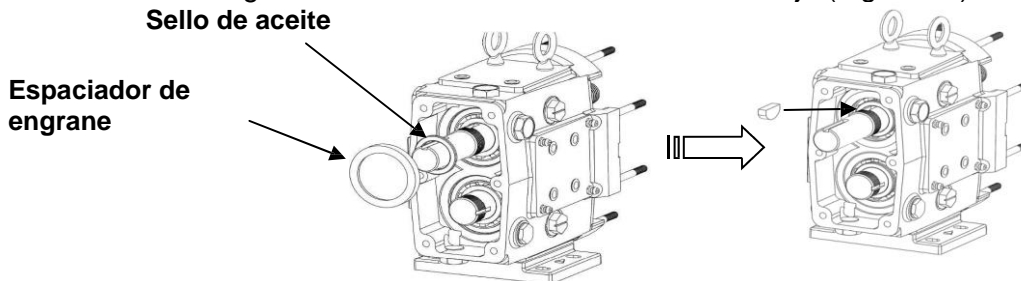

Figura 58: Instalación del sello de aceite trasero y de la chaveta del engrane
7) Aplique una ligera película de lubricante a los diámetros interior y exterior de los sellos de aceite traseros e instálelos en la parte posterior de la caja de engranes con el lado del resorte mirando hacia afuera hacia el engrane. Instale los espaciadores del engrane en el eje y coloque las chavetas del engrane en las ranuras de las chavetas del eje (Figura 58).